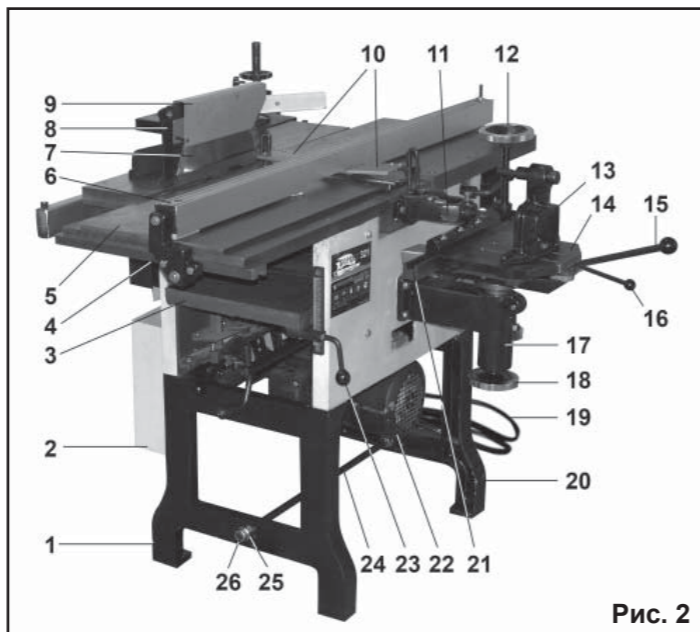

Рис. 2
7.1. Станок состоит из следующих сборочных единиц и деталей (Рис.2, 3)
8.1. Монтаж станка (Рис. 2 - 4)